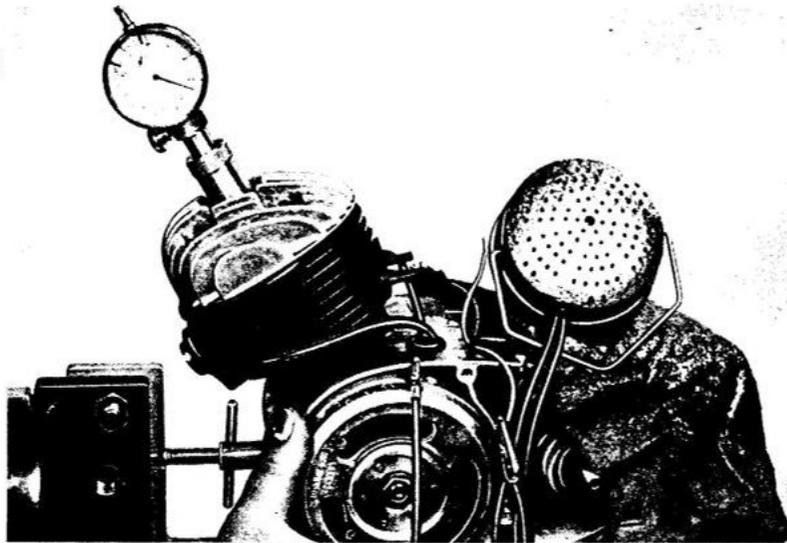

Abb. 65 Summer zum Einstellen der Zündung angeklemt
5. Ein Anschlußkabel des Summers, wie Abb. 65 zeigt, an Masse und das andere an das Kurzschlußkabel (grün) anklammern.